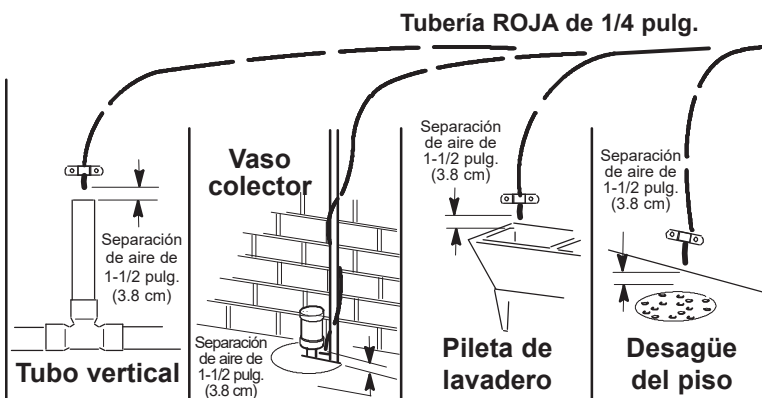

FIG. 12
Tienda la tubería de desagüe a un drenaje existente en la casa. Un desagüe de piso, pileta de lavadero, un tubo vertical, un vaso colector, etc. son drenajes aptos. Vea la Fig. 12. Este tipo de drenaje es el preferido por sobre el adaptador de desagüe del colector en P.
6. Tienda la tubería al punto de desagüe y fijela al extremo con un soporte (no incluido). Vea la Fig. 12. Deje una separación de aire de 1 1/2 pulg. (3.8 cm) entre el extremo del tubo y el desagüe. Vea la Fig. 12.